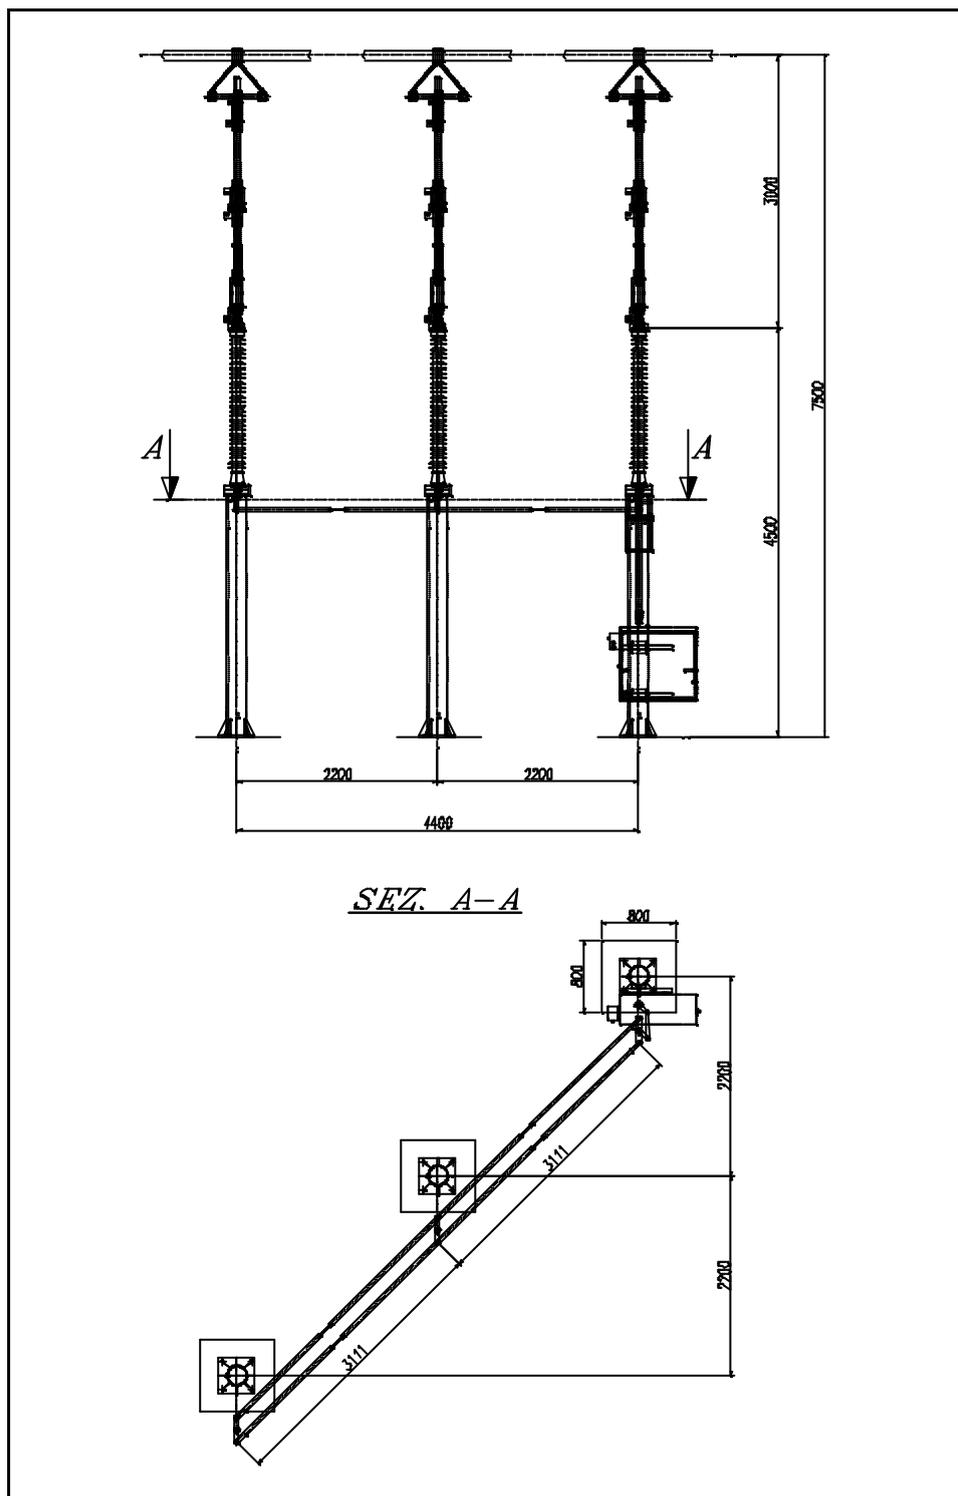

Fig. 2.1
Il sezionatore tripolare SVR 150/1250 è del tipo a sezionamento verticale ed è costituito da tre sezionatori unipolari collegati tra di loro da una trasmissione orizzontale, in modo da renderli simultanei, e da una trasmissione verticale che collega uno dei poli alla manovra (Fig.2.1).
- Tre sezionatori unipolari collegati fra di loro da una trasmissione orizzontale che permette la manovra simultanea (Fig.2.1).
- Trasmissione orizzontale composta da attestature regolabili, aste di tubo con diametro di un pollice, perni in acciaio inox (Fig.2.1).
- Verificare gli interassi delle colonne di sostegno (Fig.2.1).